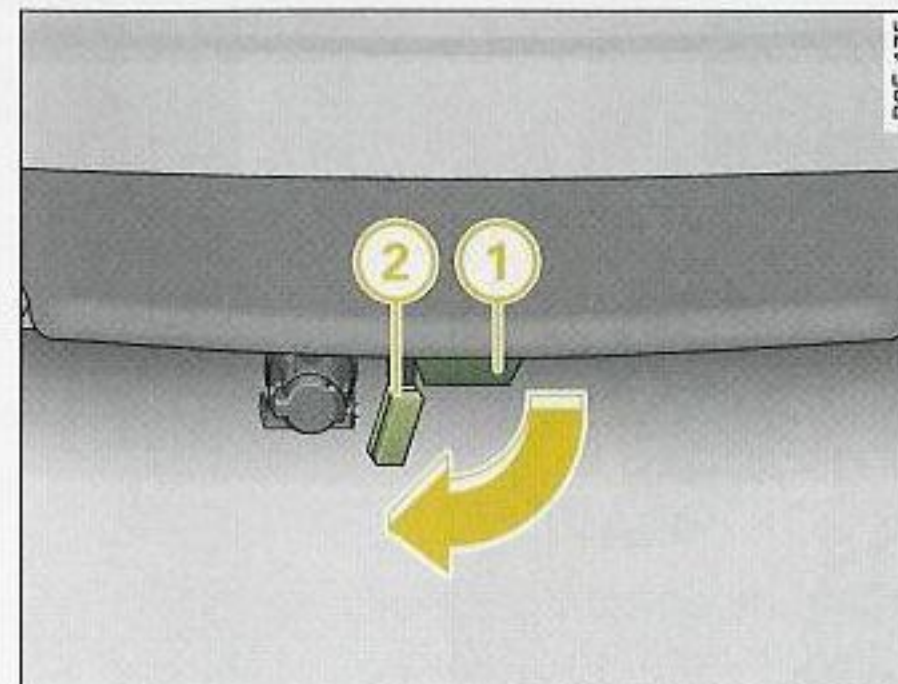

Fig. 211 Parachoques trasero: Abrir el tapón
- Extraiga hasta el tope final el tapón (2) ⇒ fig. 211 del tubo de enclavamiento (1) que se encuentra debajo del parachoques. El tapón encastra de un modo automático en el tope final.